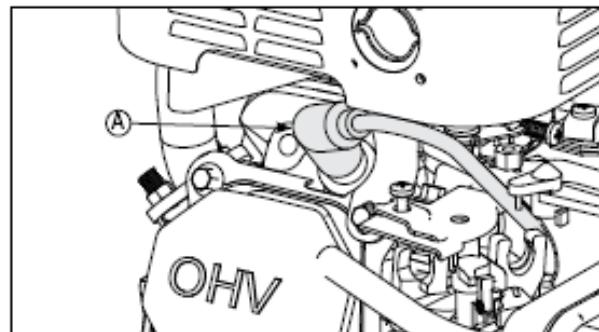

РИСУНОК 12
1. Отсоедините провод свечи зажигания и поместите его вдали от свечи зажигания. См., РИСУНОК 12 (на странице 16)
1. Отсоедините провод свечи зажигания и поместите его вдали от свечи зажигания. См., РИСУНОК 12
2. Отсоедините провод свечи зажигания и расположите его вдали от свечи зажигания. СМ. РИСУНОК 12
2. Отсоедините провод свечи зажигания и расположите его вдали от свечи зажигания. СМ. РИСУНОК 12 (Страница 16)